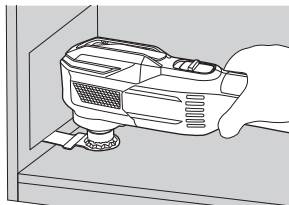

Fig. 14
- (1) Mettre l'outil sous tension et utiliser le sélecteur pour régler la vitesse de l'outil d'application.
- (2) Placer délicatement l'outil d'application sur le matériau et déplacer l'outil d'application vers l'avant à un rythme où le mouvement n'est pas ralenti. (Fig. 14)